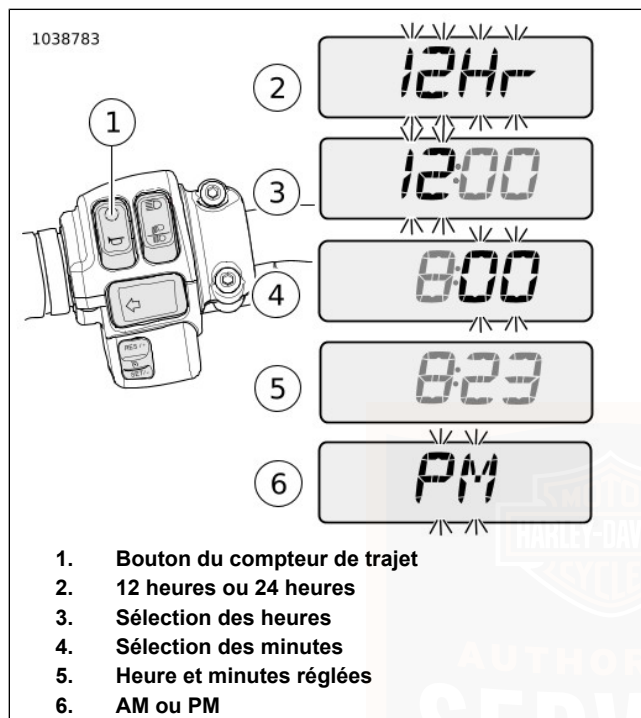

Figure 25. Affichages de l'heure
2. Voir Figure 25. Enfoncer et relâcher le bouton du compteur de trajet (1) jusqu'à ce que l'heure (heures et minutes) soit affichée. Maintenir le bouton du compteur de trajet enfoncé jusqu'à ce que « 12Hr » (2) commence à clignoter sur l'écran d'affichage. Relâcher le commutateur.
4. Lorsque le style horaire souhaité est affiché, maintenir le bouton du compteur de trajet enfoncé jusqu'à ce que l'affichage des heures (3) clignote.
6. Quand l'heure correcte est affichée, maintenir le bouton du compteur de trajet enfoncé jusqu'à ce que l'affichage des minutes (4) commence à clignoter.
8. Lorsque les minutes correctes sont affichées (5), maintenir le bouton du compteur de trajet enfoncé jusqu'à ce que la sélection matin (AM) ou après-midi (PM) (6) soit affichée.